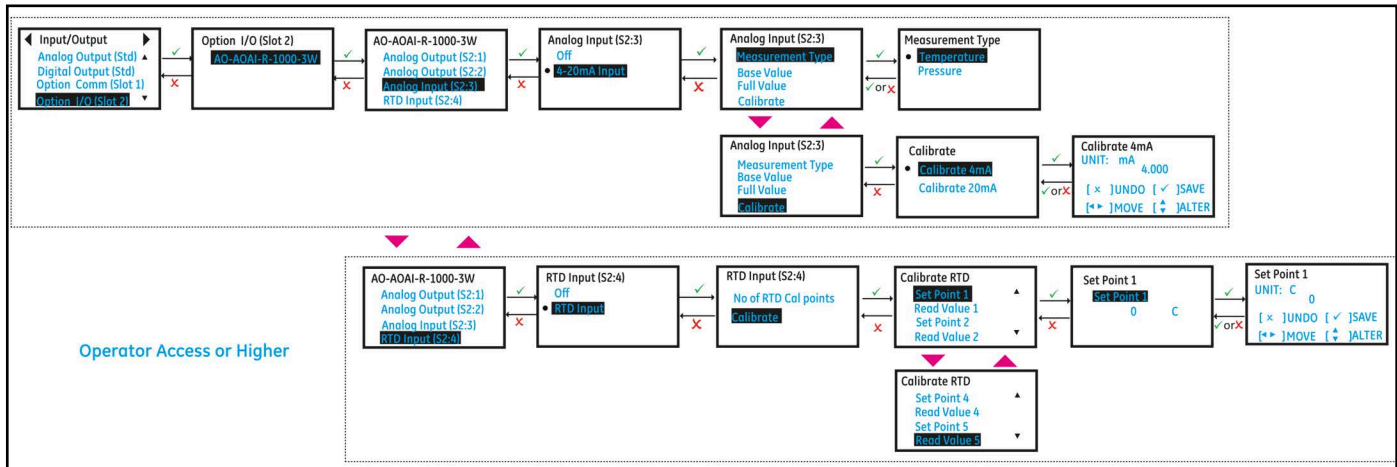

Figura 39: Configuración de E/S opcionales Entrada analógica/Entrada RTD
4. Si va a conectar una entrada analógica, elija la opción **[4-20mA]**. *Figura 39* muestra las opciones disponibles.
2. Siga los pasos descritos en la sección "Inicio de sesión y páginas principales" para navegar hasta la página de ajustes de *Entrada/Salida*. Consulte *Figura 39* más arriba, resalte **[Option I/O (Slot 2) / Opción E/S (Ranura 2)]** y pulse **[ENTER]**.